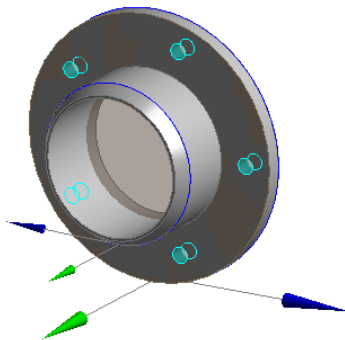

图 2-73 选中生成面体的面
**步骤 05** 单击鼠标选择如图 2-73 所示的 5 个圆孔面, 在参数设置列表中单击 **Apply** 按钮, 此时选中的面呈绿色显示。